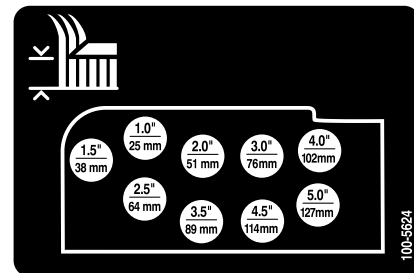

Figura 19
- Monte las cadenas de altura de corte en el taladro de altura de corte deseado (Figura 19) con el pasador de horquilla y la chaveta.